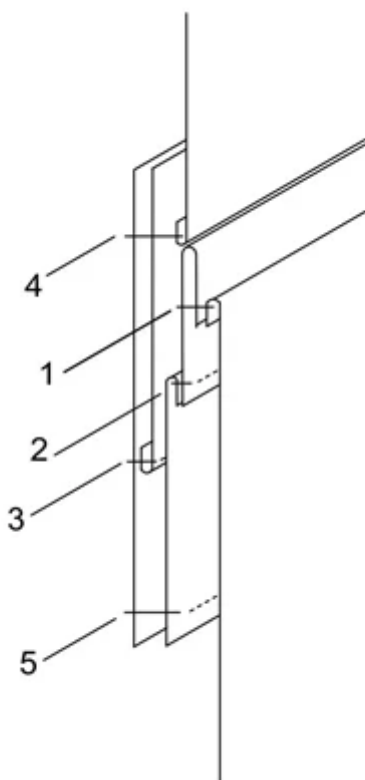

Рисунок 1
2. На левой части переда выполнить прорезной карман с листочкой с втачными концами. Наметить на передке расположение кармана, на листочке обозначить линии готового вида. Листочку заутюжить пополам. Совместить нижние линии, размеченные на передке и листочке. Притачать листочку, обращая сгиб листочки к низу жакета и строго соблюдая ограничение намеченного входа в карман (рис. 1, стр. 1).
3. Совместить срезы и притачать подкладку к широкой стороне листочки (рис. 1, стр. 2).
4. На большую мешковину настрочить подзор. Один край уравнивая с мешковиной, а другой подгибая на 1 см. Приутюжить (рис. 1, стр. 3).
5. Притачать подкладку кармана с настроенным подзором к верхней линии входа в карман шириной шва 1 см, строго соблюдая ограничение длины линии (рис. 1, стр. 4).
8. Мешковины кармана уравнивая стачать шириной шва 1 см. Приутюжить (рис. 1, стр. 5).